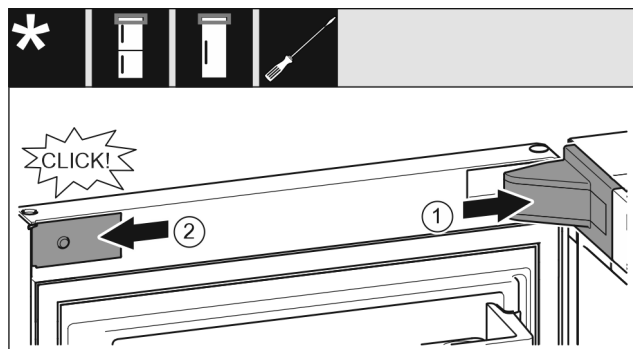

Fig. 22
- ▶ Anbring hængselkonsollens afdækning, og sørg for, at den går i indgreb, tryk den eventuelt forsigtigt fra hinanden. Fig. 22 (1)
- ▶ Sæt afdækningen på i siden i, og lad den gå i indgreb. Fig. 22 (2)